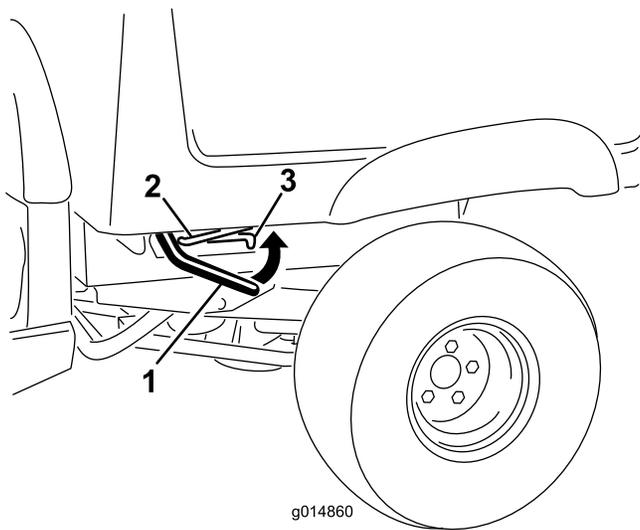

Figura 12
1. Alzate le leve ai lati del pianale e sollevatelo (Figura 12).
1. Sollevate il pianale alzando leggermente la leva del dispositivo di fermo (Figura 12).